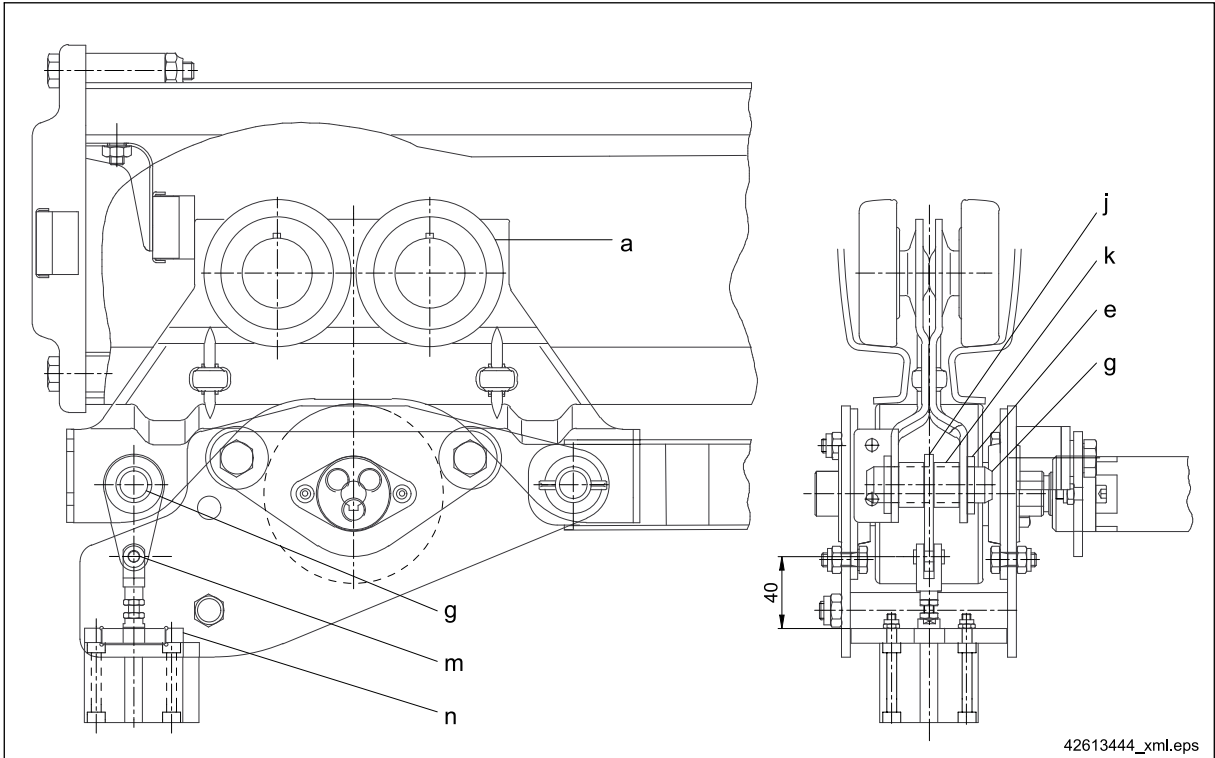

Abb. 84
2. Verbinden Sie mit dem kurzen Bolzen (g) das Verbindungsglied (j) und das Fahrwerk. Die Anordnung des Verbindungsgliedes (j), der Stützscheiben (e) und der Distanzhülsen (k) ist $\Rightarrow$ Abb. 84, Seite 86 zu entnehmen.